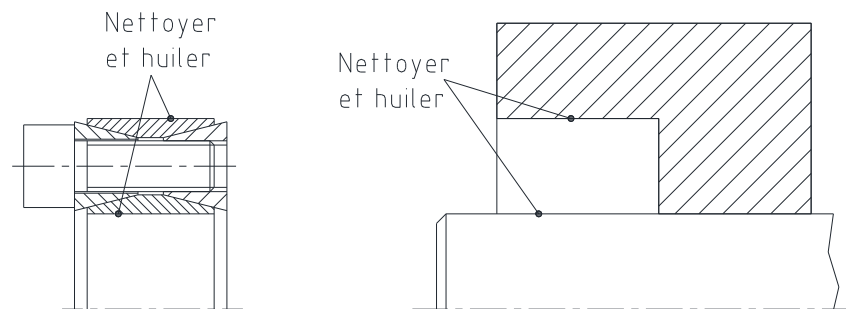

Fig. 4 : Nettoyer et huiler
- Nettoyer les surfaces de la frette de serrage selon fig. 4 ainsi que de l'arbre et du moyeu et ensuite appliquer une fine couche d'huile (huile Ballistol ou Klüber Quietsch-Ex).